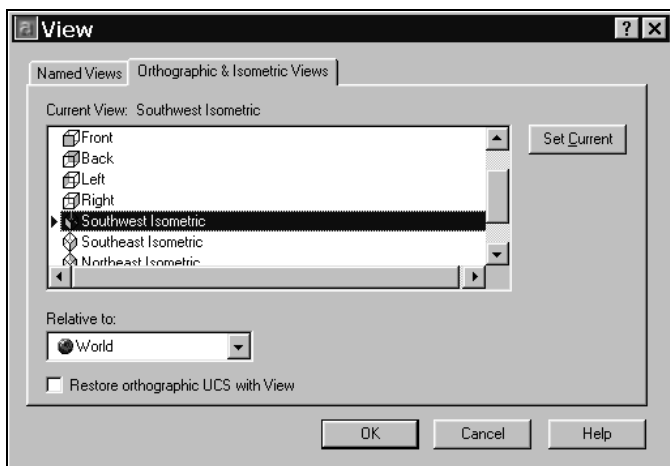

Рис. 9.3. Диалоговое окно View, вкладка Orthographic&Isometric Views
- В открывшемся диалоговом окне **View** (Вид) выбрать вкладку **Orthographic&Isometric Views** (Ортогональные и изометрические виды), на которой выбрать из таблицы строчку с нужным видом, а затем нажать кнопку **Set Current** (Установить). Слева от наименования стандартного вида появится треугольник-указатель (рис. 9.3).